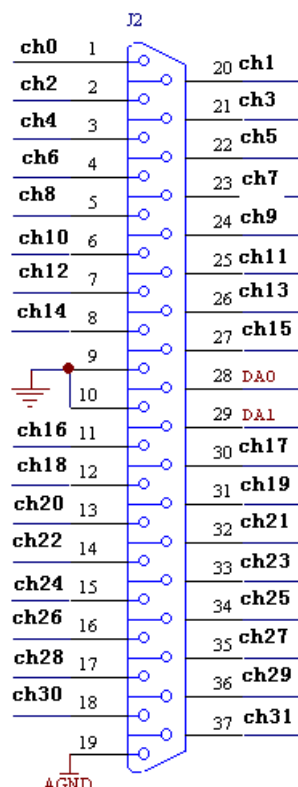

图 7 J2 模拟信号接线插座
J2 是 37 芯的 D 形接头，模拟量输入与模拟量输出接口，如图 7 所示，针脚的定义是：
需要注意的是，图 7 所示标号与 J2 事物标号完全一致，J2 接近 PCI 金手指一端为 1，接近电源块的一端为 19。图 7 所示为从外观察 J2 时的定义。
- 5、图 7 所示标号与 J2 事物标号完全一致，J2 接近 PCI 金手指一端为 1，接近电源块的一端为 19。图 7 所示为从外观察 J2 时的定义。